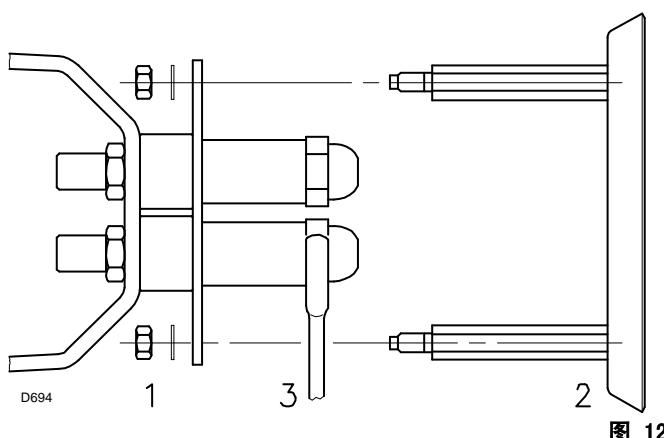

图 12
- 按第 11 页图 (7) 所示，将燃烧器沿滑杆取下。
- 取下螺母 1)( 图 12) 和稳焰盘 2)。
- 使用扳手 3)( 图 12) 更换喷嘴。